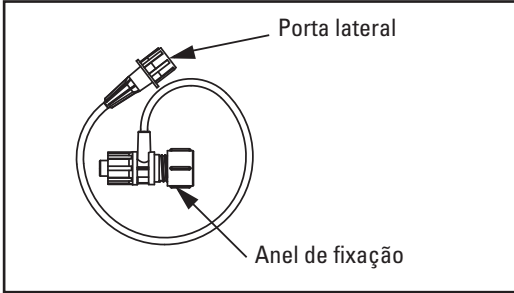

Figura 2. Unidades de irrigação
- Fixe a unidade de irrigação ao conector do cateter. Certifique-se de que o anel de fixação se encontra na posição aberta (Figura 2).